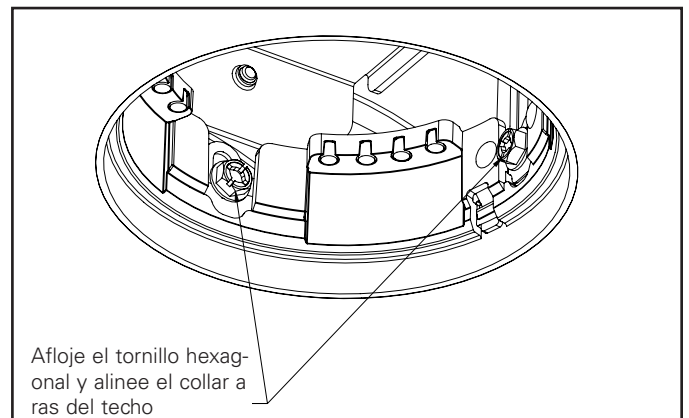

Figura 5
5. Una vez instalado el techo, retire el protector de sobrepersión y ajuste la luminaria al grosor del techo; para ello, ajuste los 4 tornillos hexagonales que fijan el collar a la carcasa. Coloque el borde inferior del collar a ras del acabado del techo (Figura 5) y apriete los 4 tornillos hexagonales. Si el grosor del techo es superior a 7/8 in (2.22 cm) y hasta 2-1/2 in (6.35 cm), sustituya el collar existente por un collar de extensión (PCE3* o CA3*) y ajuste la altura con tornillos hexagonales (consulte las Figuras 8 y 9) según la hoja de instrucciones de instalación del collar de extensión n.º IL53450325. **Si se utilizan adaptadores de borde afilado (CA3*). El adaptador de brida que forma parte de la carcasa debe retirarse antes de instalar la luminaria en el techo.**